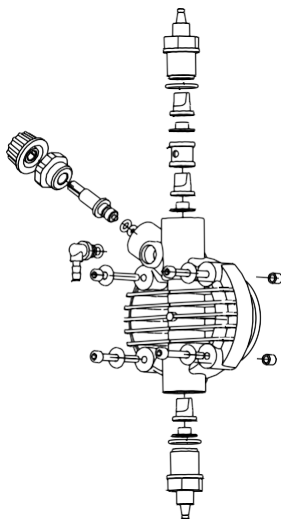

Fig. 10
Pour effectuer cette opération, si l'appareil n'est pas fixé à l'installation, le faire pulser la pompe pendant quelques secondes (15/30) en la tenant la tête en bas et sans les tubes reliés aux raccords, si ce n'est pas possible, démonter et remonter la tête de la pompe (fig. 10), par les quatre vis de fixation.
Etant donné la robustesse du système, de véritables pannes mécaniques ne se produisent pas. Parfois il peut se produire des fuites de liquide au niveau d'un raccord du fait d'un écrou fixation du tube desserré ou plus simplement à cause de la rupture du tube de refoulement. Il est rare que d'éventuelles fuites puissent se produire par la rupture de la membrane ou par l'usure du joint torique de la membrane. Dans ce cas, ces éléments doivent être remplacés en démontant les quatre vis de la tête de la pompe (fig. 10). En les remontant, les serrer de manière uniforme sans omettre de replacer les joints de vis. Une fois la fuite éliminée, nettoyer la pompe doseuse d'éventuels résidus de réactif qui, s'ils stagnaient, pourraient provoquer une détérioration du boîtier de la pompe.
- a. Démontez les clapets d'aspiration et refoulement, les nettoyer et les remonter dans la même position (fig. 10). Dans le cas où l'on remarquerait un gonflement du clapet, vérifier la compatibilité chimique du réactif avec le matériau du clapet (Viton® en standard ; sur demande silicone, EPDM et nitrile, clapet à bille verre ou inox, clapet K).